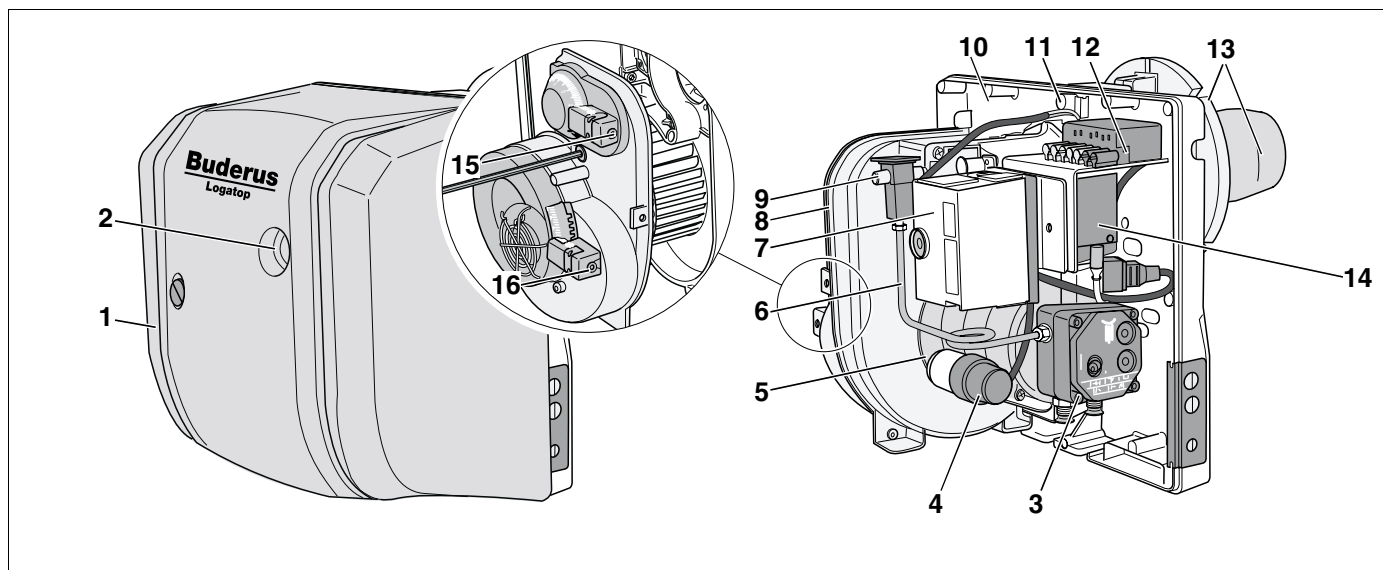

Рис. 1 Горелки Logator LE-A 1.0 и 2.0 (с кожухом горелки и без него)
- Кожух горелки (рис. 1, поз. 1)
- Кнопка подавления помех с лампочкой сигнализации о неисправности (рис. 1, поз. 2)
- Топливный насос с электромагнитным клапаном (рис. 1, поз. 3)
- Конденсатор мотора (рис. 1, поз. 4)
- Мотор горелки (рис. 1, поз. 5)
- Нагнетательный топливопровод (рис. 1, поз. 6)
- Автомат горения дизельного топлива (рис. 1, поз. 7)
- Корпус вентилятора (рис. 1, поз. 8)
- Регулировочный винт распределительного диска (рис. 1, поз. 9)
- Монтажная плита (рис. 1, поз. 10)
- Сервисный винт (рис. 1, поз. 11)
- Гнездо соединительного разъема (рис. 1, поз. 12)
- Фланец и труба горелки (рис. 1, поз. 13)
- Блок зажигания с кабелем для розжига (рис. 1, поз. 14)
- Регулировочный винт воздушной настройки (рис. 1, поз. 15)
- Регулировочный винт входа воздуха (рис. 1, поз. 16)
- Для запуска горелки нажмите и удерживайте нажатой в течение примерно одной секунды кнопку подавления помех (рис. 1, поз. 2, страница 3).
- Запуск горелки: примерно через 50 секунд нажать кнопку подавления помех (рис. 1, поз. 2, страница 3) на автоматах горения, для того, чтобы вновь запустить горелку.